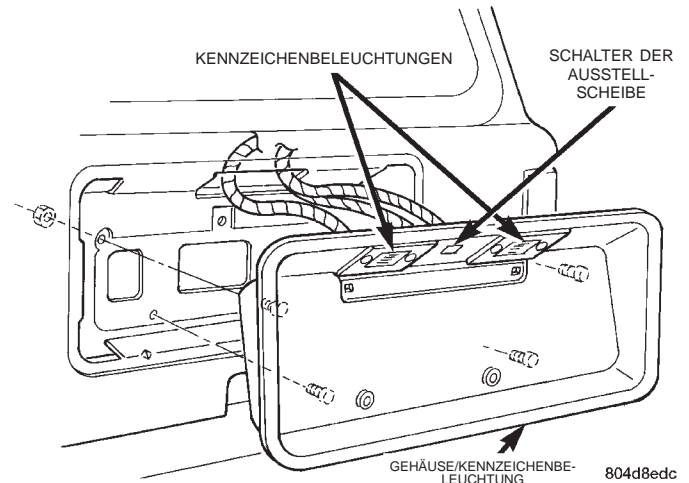

Abb. 71 Gehäuse der Kennzeichenbeleuchtung/ Heckklappe
- (1) Verkleidung der Heckklappe abbauen.
- (2) Befestigungsschrauben des Gehäuses der Kennzeichenbeleuchtung an der Heckklappe lösen (Abb. 71).
- (3) Glühlampenfassung vom Gehäuse abklemmen.
- (4) Je nach Ausstattung, den Steckverbinder des Schalters/Ausstellscheibe abziehen.
- (5) Gehäuse der Kennzeichenbeleuchtung von der Heckklappe abbauen.